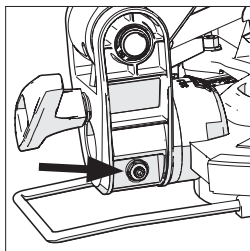

Fig. 11
- Utilice la llave hexagonal para apretar o aflojar el tornillo según sea necesario (**Fig. 11**).